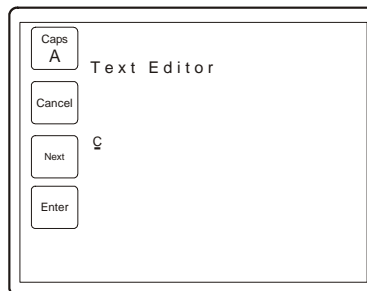

Abbildung 4.3: Text-Editor-Menü
5. Drücken Sie die Soft-Taste PAGE NAME. Anschließend wird das Menü TEXT EDITOR angezeigt (Abbildung 4.3).